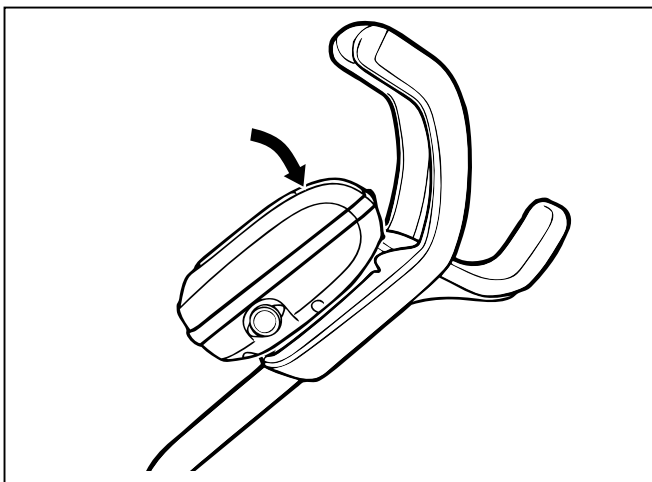

Figure 11. Fixer le module de commande au c ariot
- Exercer une pression sur le module de commande jusqu'à ce qu'il s'encliquète et se verrouille en position sur l'attache du chariot (Figure 11).